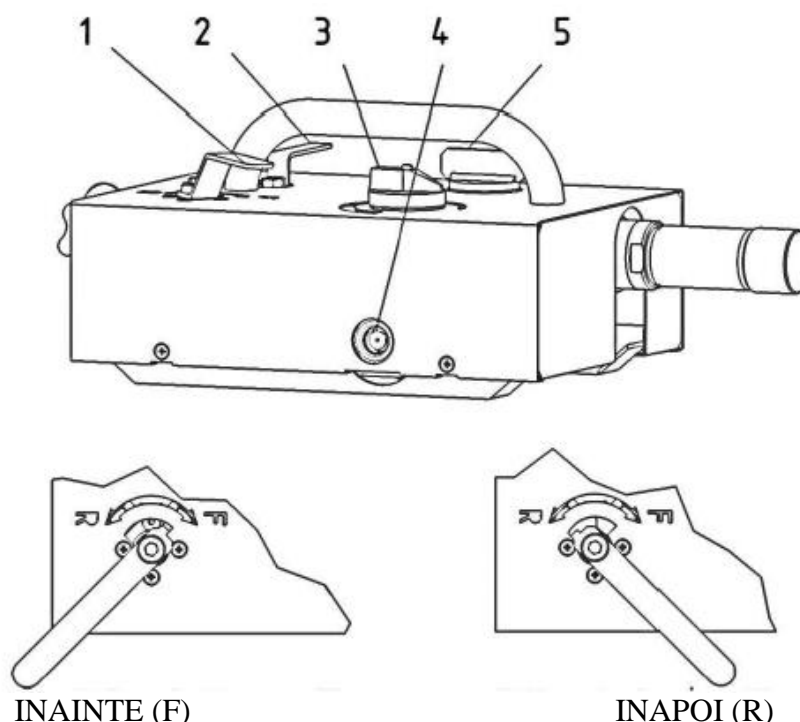

Figura 9.4.1
Lubrificatorul (figura 9.4.1.) include:
- Supapa pentru reversare (**1**). Pozitiile posibile ale manetei de control si directiile corespunzatoare ale rachetei MAX (inainte-inapoi) sunt aratate in figura 9.4.1